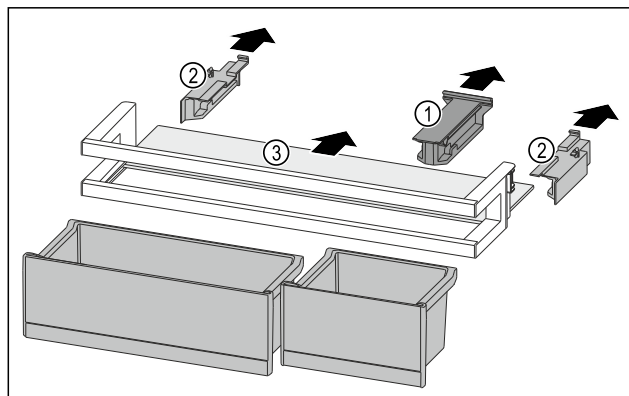

Fig. 210
- Skinite pridržni dio Fig. 210 (1).
- Skinite bočne dijelove Fig. 210 (2).
- Izvadite policu Fig. 210 (3).